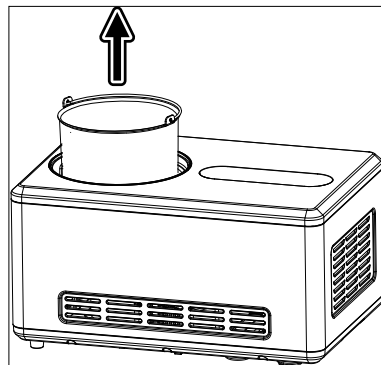

Fig. 5
- ▶ Retire la tapa (1) girándola en el sentido de las agujas del reloj.
- ▶ Extraiga el recipiente (11) (véase **Fig. 5**). Sujételo por el asa.
- ▶ Utilice el vaso medidor suministrado (8) para dosificar los ingredientes.